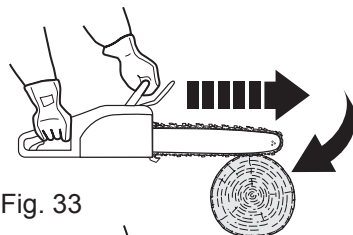

Fig. 33
- > Si la chaîne [3] est pincée au niveau du bord inférieur du guide-chaîne [4], l'appareil peut être projeté brutalement vers l'avant (Fig. 33).